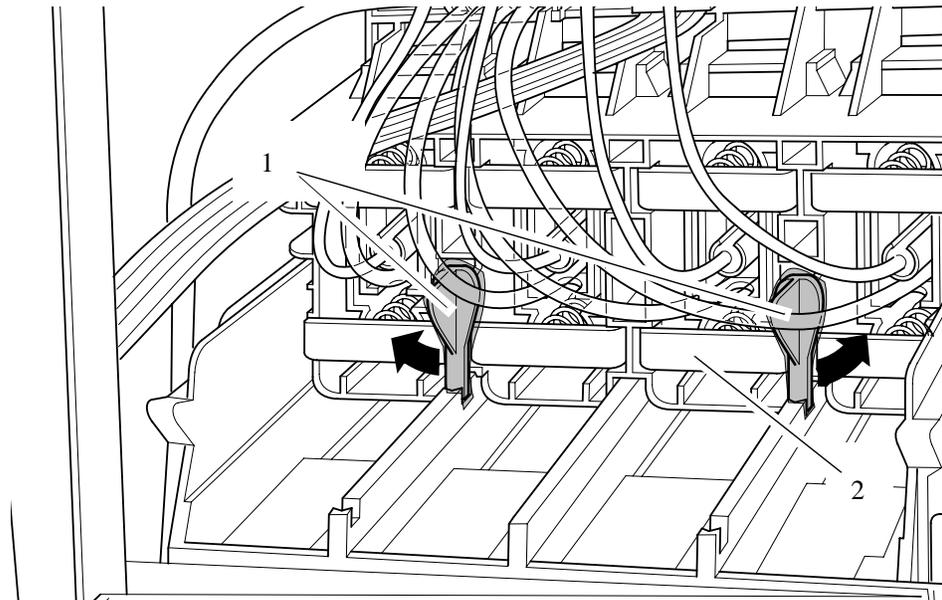

Figura 10: "Latches"
- Tuerza hacia afuera los dos "latches" en la parte posterior del "ink cartridge tube connector" (Consulte la Figura 10). Esto liberará todo el "assembly".